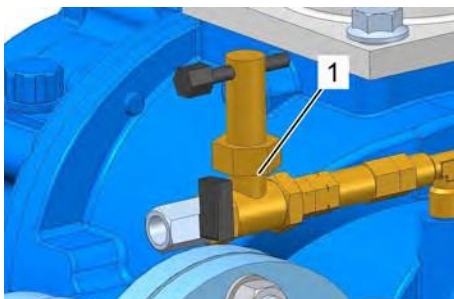

Рис. 49: Шаровой кран
- 17.** Откройте шаровой кран (Рис. 49/1) в шлангопроводе между насосом и компрессором.